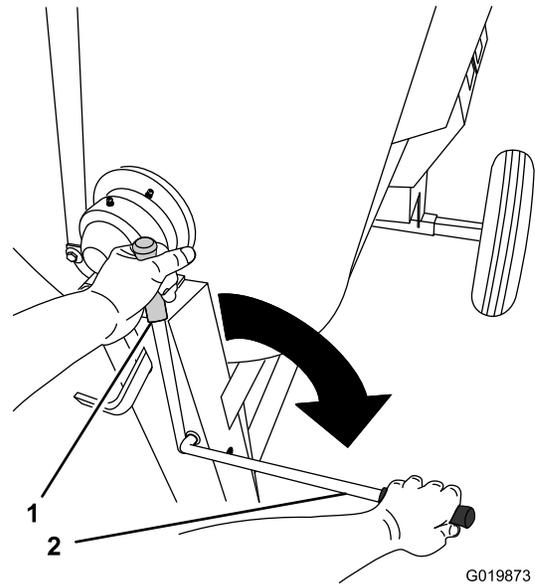

Figure 32
2. Placez le levier de débrayage à la position DÉBRAYÉE (Figure 32).
5. Placez le levier de débrayage à la position EMBRAYÉE (Figure 32).